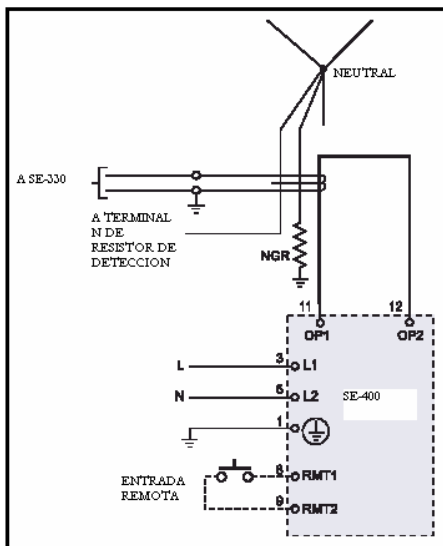

FIGURA 15. Circuito de Prueba de Falla de Puesta a Tierra usando un SE-400.
Use un transformador de corriente de corriente de inyección primaria para probar el circuito de falla de puesta a tierra. La Figura 15 muestra un circuito de prueba que usa la Unidad de Relé de Falla de Puesta a Tierra SE-400 de Starco. El SE-400 tiene una salida programable de 0.5 a 9.9 A para una duración desde 0.1 a 9.9 segundos.
- Inyecte corriente de prueba a través del primario del transformador de corriente. Ver la Figura 15.